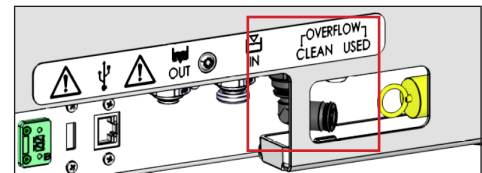

fig.3
**!** En cas de déversement excessif d'eau (même après le signal sonore), l'excès d'eau sera évacué par le raccord 'OVERFLOW CLEAN', situé à l'arrière du dispositif (voir Fig. 3)